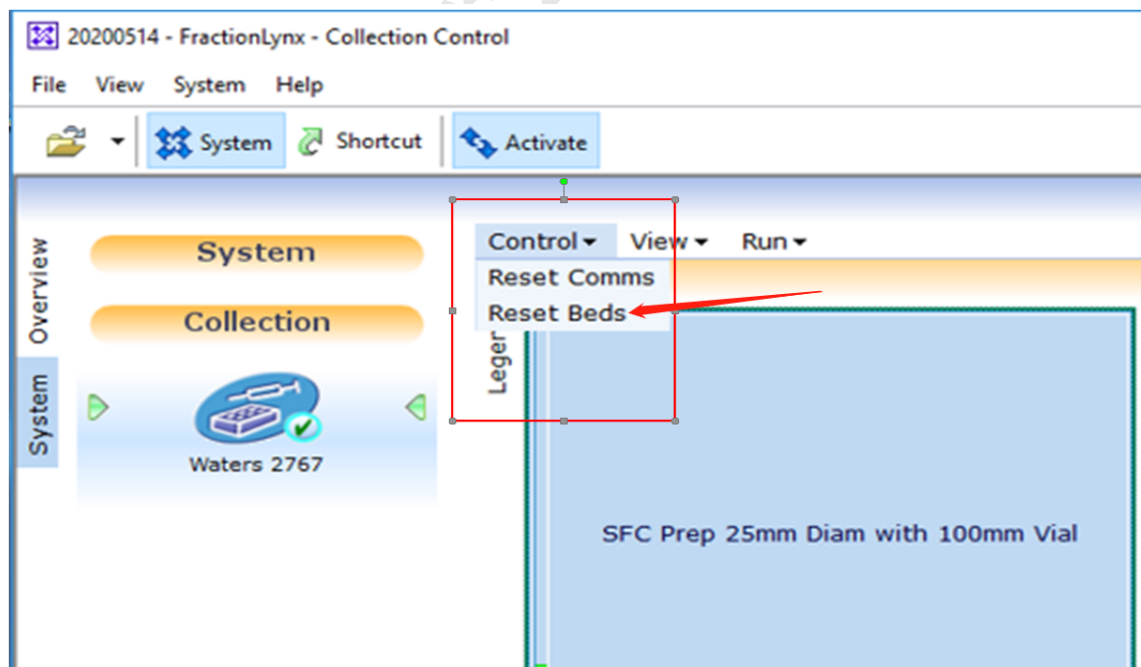
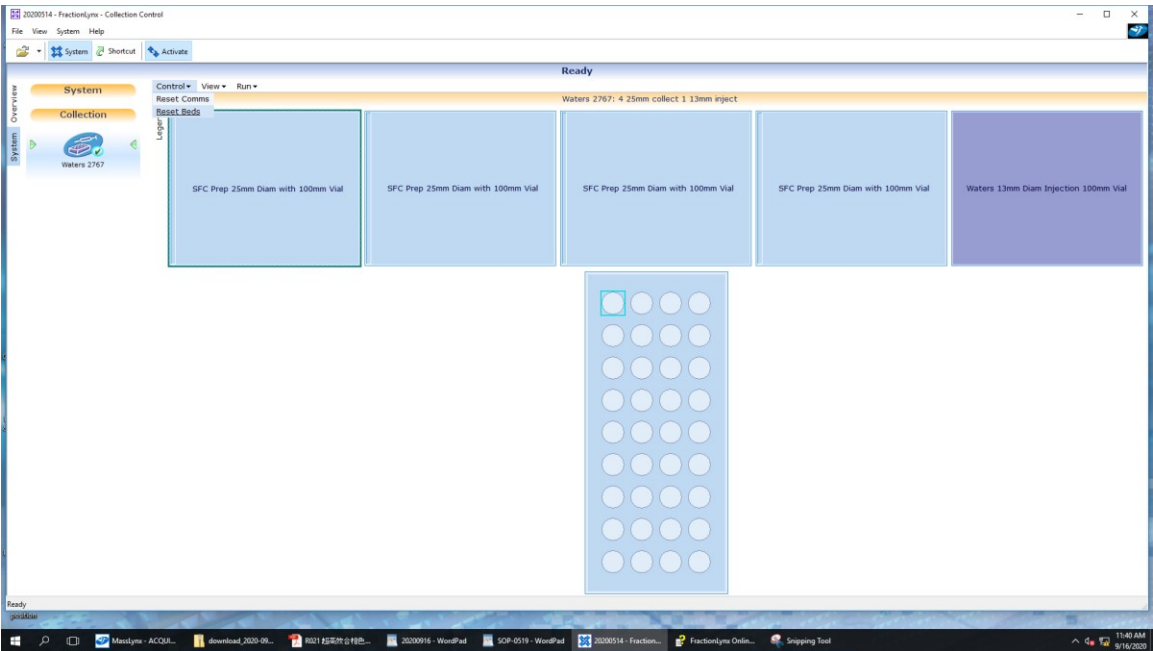

图6-56
图6-57
- 重置：Contro-Reset Beds，则重置回收管（图6-56），重置成功，回收管回到1号盘，tube1位置，如图6-57